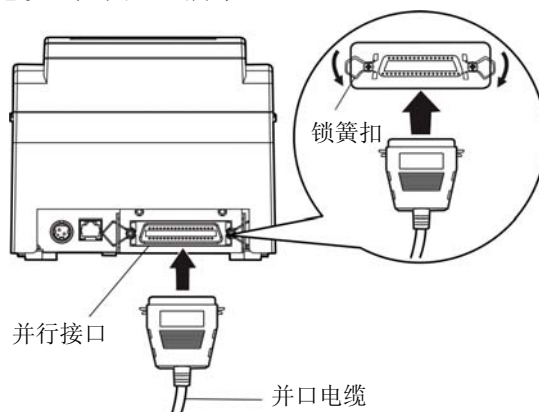

图 2-3 连接并口电缆
1. 关闭计算机和打印机电源开关，将并口电缆插头连接到打印机的并行接口，扣上连接器两侧的锁簧扣，固定并口电缆（如图 2-3 所示）。